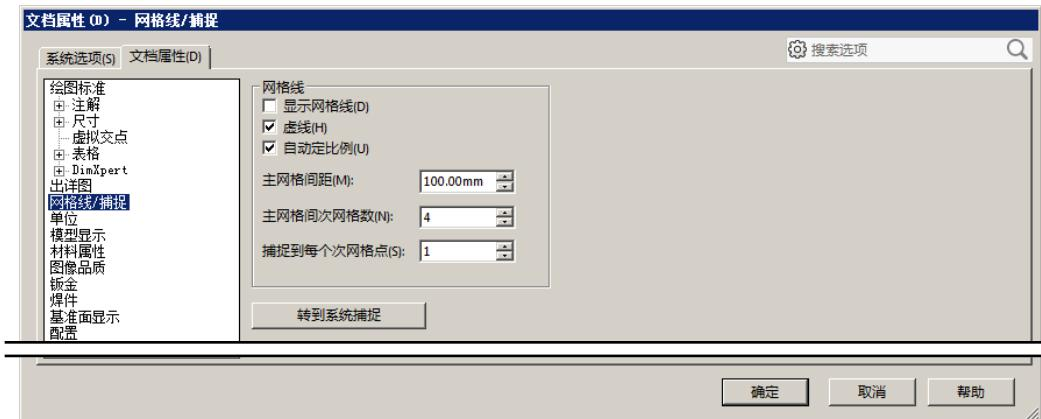

图 4.5.1 “文档属性 (D) - 网格线/捕捉”对话框
Step2. 在“系统选项”对话框中单击**文档属性(D)** 选项卡，然后在其左侧的列表框中单击**网格线/捕捉** 选项（图 4.5.1）。